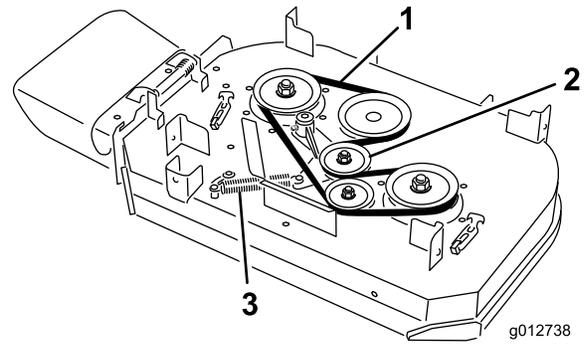

図 65
4. アイドラ・プーリのアームについているアンカー・ポストからスプリングを取り外す(図 65)。
5. ベルトを取り外す(図 65)。
6. デッキ・プーリとアイドラ・プーリに新しいベルトを掛け回す(図 65)。
7. アイドラ・プーリのアームについているアンカー・ポストにスプリングを取り付ける(図 65)。
5. アイドラ・プーリのアームについているアンカー・ポストからスプリングを取り外す（図 65）。
6. ベルトを取り外す（図 65）。
7. デッキ・プーリ、クラッチ・プーリ、およびアイドラ・プーリに新しいベルトを掛け回す（図 65）。
8. アンカー・ポストにスプリングを取り付ける（図 65）。